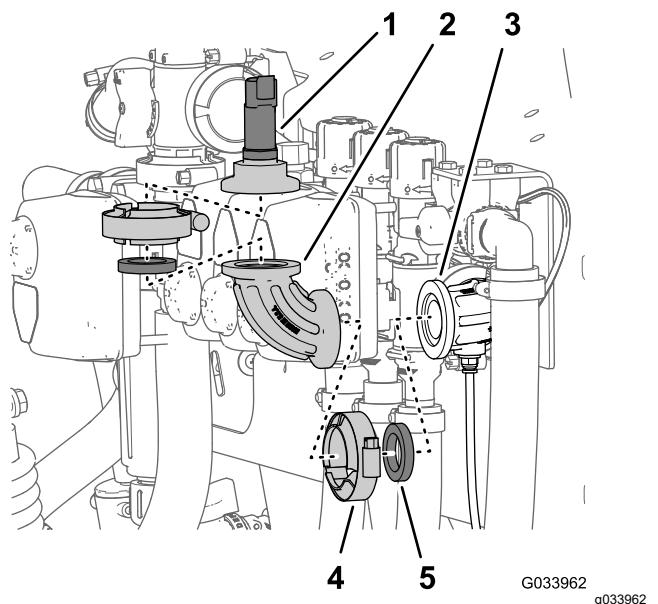

Figura 10
2. Rimuovete il morsetto flangiato che fissa il trasduttore di pressione al raccordo a 90° e rimuovete il trasduttore, la guarnizione e il morsetto flangiato (Figura 10).
il raccordo a 90°, la guarnizione e il morsetto flangiato (Figura 10).